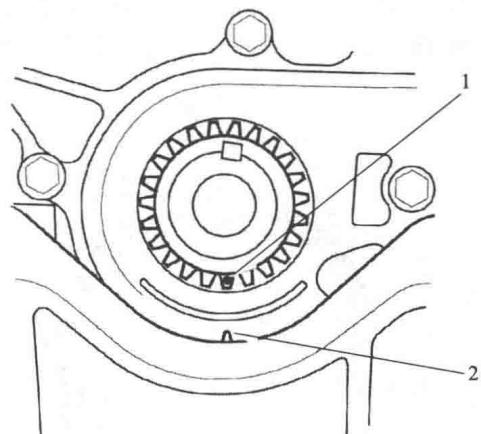
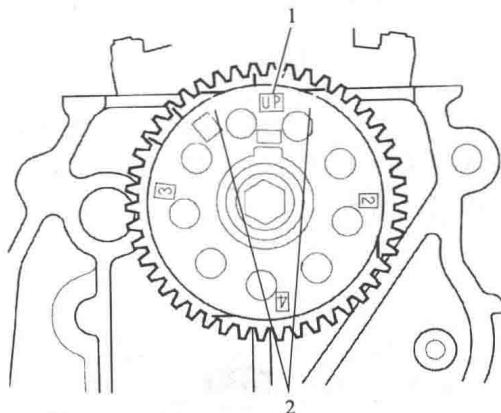
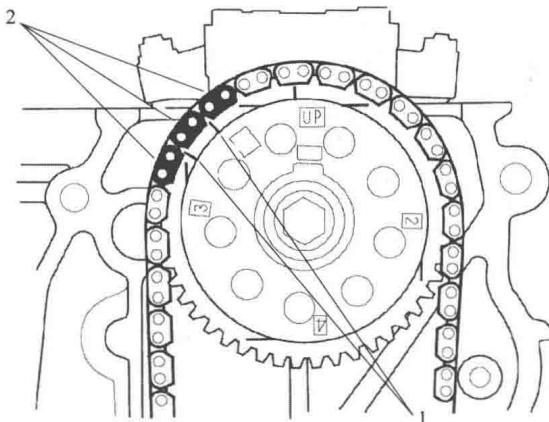

图 1-1-10
图 1-1-11
图 1-1-13
(1) 将曲轴置于上止点 (TDC)。将曲轴链轮上的 TDC 标记 1 与机油泵上的指针 2 对准，如图 1-1-10 所示。
(2) 拆下曲轴链轮。
(3) 将凸轮轴设定到 TDC。凸轮轴链轮上的“UP”标记 1 应在顶部，并且凸轮轴链轮上的 TDC 凹槽 2 应与气缸盖的顶部边缘对准，如图 1-1-11 所示。
(4) 将凸轮链条安装在曲轴链轮上，使
(5) L15A7 发动机：将凸轮链条安装到凸轮轴链轮上，使指针 1 与三个涂色链节 2 对准，如图 1-1-13 所示。